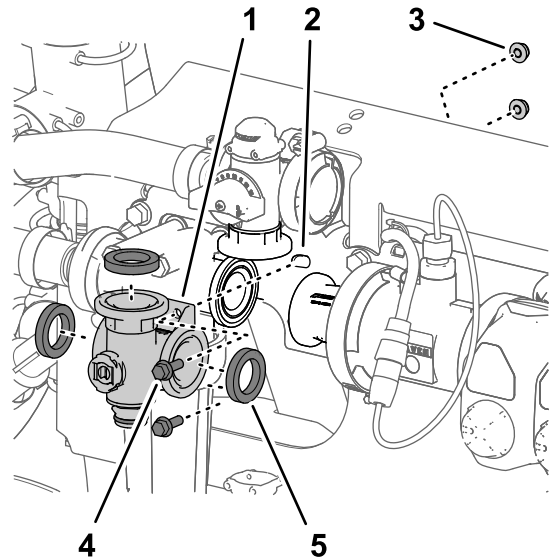
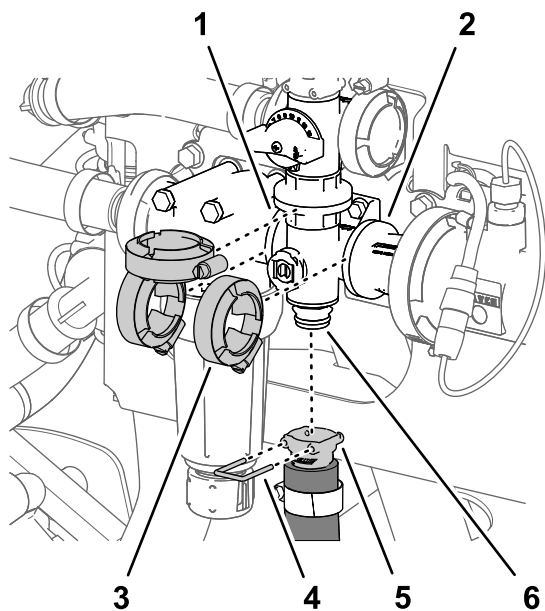

図 135
図 136
- 攪拌バルブマニホルドのフランジ、ガスケット 3枚、攪拌バイパスバルブのフランジ、圧力フィルタのヘッド、カップリングアダプタを整理させる 図 135と 図 136。
2. 攪拌バルブマニホールドを、攪拌バイパスバルブ、圧力フィルタのヘッド、カップリングアダプタに仮止めする 図 136 攪拌マニホールドバルブの取り外し \(ページ 79\) で外したフランジクランプ3個を使用する。
5. フランジクランプ3個を手締めする 図 136。
6. 攪拌ホースのクイックコネクカップラを、攪拌バルブマニホールドのクイックコネクフィッティングに組み付けて、クイックコネクピンで固定する 図 136。